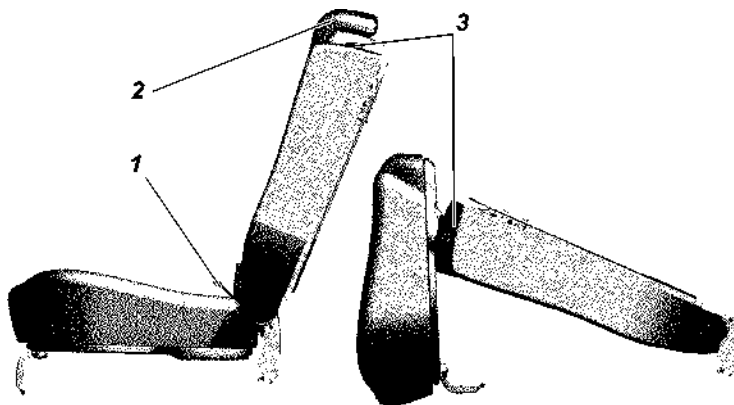

Рис. 3.36. Заднее трехместное сиденье:
Заднее трехместное сиденье (рис. 3.36) состоит из одноместной и двухместной подушки и одноместной и двухместной спинки.
- потяните за петлю 1 (рис. 3.36) и установите подушку в вертикальное положение;